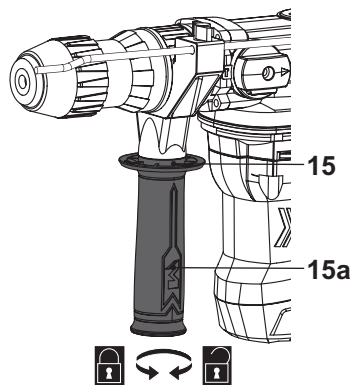

Fig. 3
- >Ajuster la poignée auxiliaire (15) sur la position de travail souhaitée afin que vous puissiez tenir le produit en toute sécurité pendant l'utilisation.
- >Tourner la poignée (15a) dans le sens anti-horaire pour serrer l'attache (fig.3)